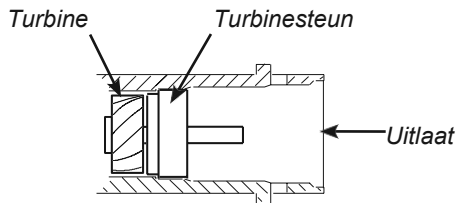

FIG. 5
3. Controleer of de turbine in de uitpoort van de klep aanwezig is (FIG. 5).